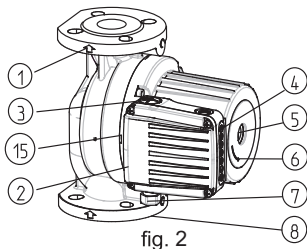

fig. 2
Die Strömungsrichtung muß mit dem Pfeil auf dem Pumpengehäuse übereinstimmen. (Abb. 2 - POS. 1).
ACHTUNG! Das Pumpengehäuse muss bis zum Schlitz zwischen dem Motor und dem Motorgehäuse isoliert werden. Die Öffnungen zur Kondensbeseitigung müssen frei sein und den Austritt vom Sitz des Stators ermöglichen. Diese Ausgänge müssen in den Heizungssystemen frei bleiben, wenn ausschließlich nur die Isolierung des bloßen Pumpengehäuses durchgeführt wird (Abb. 2, 3 POS. 15).
Bevor man den Anschluss durchführt, muss man den oberen Deckel abschrauben (Abb. 2 - POS. 2)
Um die Pumpenleistungen (Förderhöhe) entsprechend dem Bedarf zu verändern, ist es erforderlich die obere Abdeckung anzunehmen (Bild.2 – Pos.2).
- den Entlüftungsstößel abschrauben und die Pumpenwelle mit einem Schraubenzieher drehen (Abb. 2-POS.5), bis die Pumpe entsperrt ist;